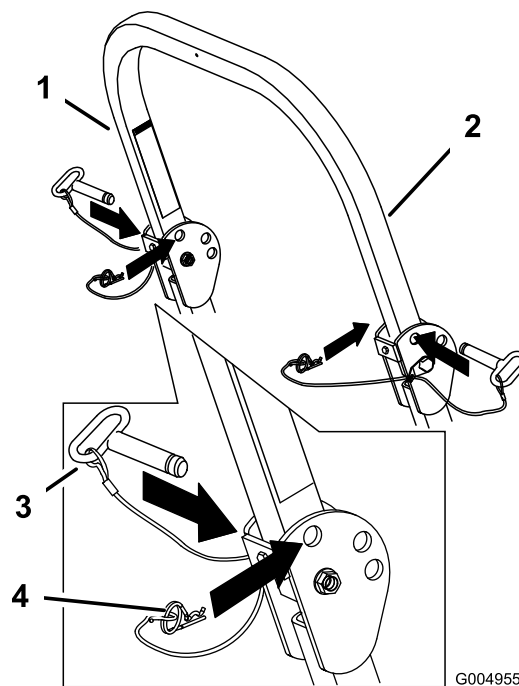

Рисунок 9
1. Извлеките шплинты и снимите два штифта (Рисунок 9).
3. Вставьте 2 штифта и закрепите их шплинтами (Рисунок 9).
2. Поднимите защитную дугу в вертикальное положение, вставьте два штифта и закрепите их шплинтами (Рисунок 9).